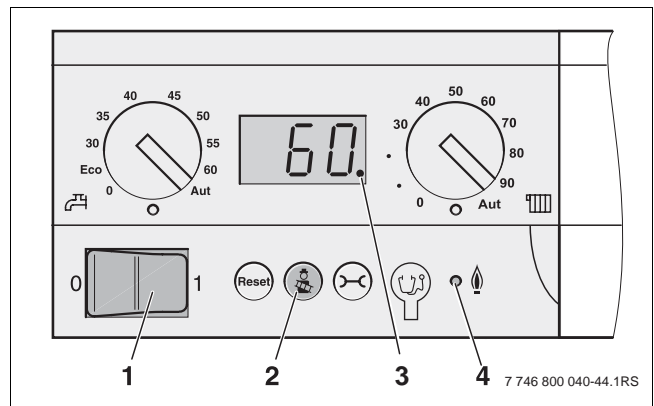

Fig. 42 Tableau de commande du contrôleur de base
- Placer l'interrupteur principal (→ fig. 42, [1]) du tableau de commande du contrôleur de base sur « 0 » (arrêt).
- Placer l'interrupteur principal (→ fig. 42, [1], page 48) du tableau de commande du contrôleur de base sur « 0 » (arrêt).